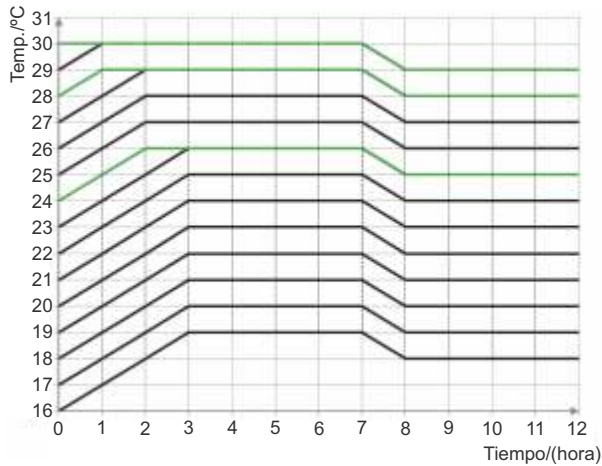

Fig.14 Curva Sleep bajo modo frío
- ①. La función "Sleep", por defecto, está apagada después de una caída de tensión.
- ②. La función "Sleep" no está disponible bajo el modo ventilador.
- ③. Cuando se activa la función "Quiet", siempre permanece encendida tanto si la función "Sleep" está activada o desactivada.
- ④. Bajo el modo Frío, si está activada la función "Sleep" el rango de ajustes de la temperatura pueden ser 16~23°C, 24~27°C, 28~29°C or 30°C. Cada uno de ellos tiene una curva diferente como se muestra en la Fig.14.